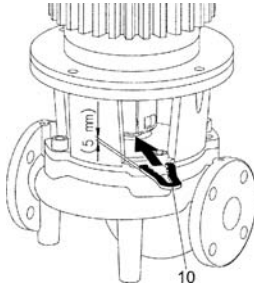

Fig. 19: Stavljanje montažne vilice
- Gurnite montažnu vilicu (Fig. 19, poz. 10) između laterne i spojke. Montažna vilica mora dosjedati bez zazora.
- Gurnite montažnu vilicu (Fig. 19, poz. 10) između laterne i spojke.